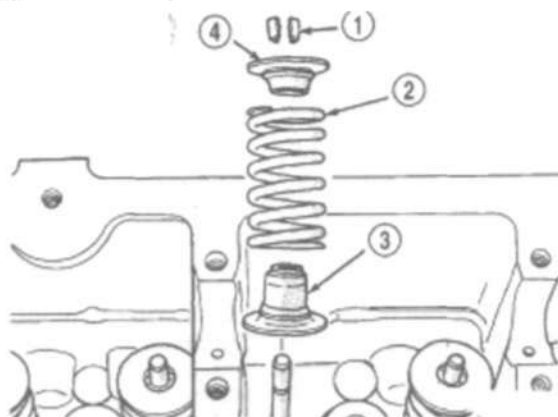

Рис. 27 Уплотнение штока клапана, седло клапанной пружины.
- (1) Установить подсобранные клапанное уплотнение/седло клапанной пружины (Рис. 27). Протолкнуть узел в клапанную втулку.
- (2) Установить клапанную пружину при помощи спец. приспособления MD-998772-A с адаптером 6779 для сжатия клапанных пружин, достаточного для установки замков. Отрегулировать центрирование приспособления во избежание задилов на штоке клапана.
- (3) Отсоединить воздушные шланги и установить свечи зажигания.
- (4) Установить распределительные валы и крышку головки блока.